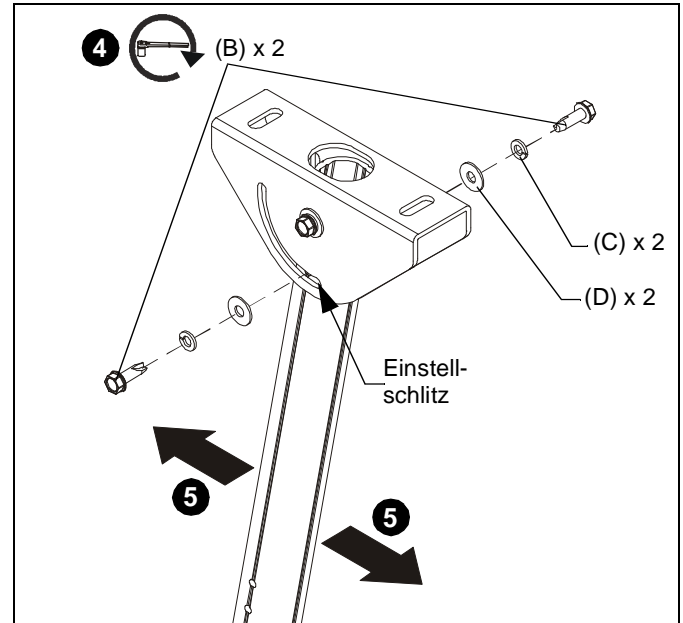

Abb. 4
4. Fahren Sie mit der Befestigung der Ausziehsäule am CPA395 fort, indem Sie zwei selbstschneidende 5/16-18 x 1"-Sechskantschrauben (B) mit zwei 5/16"-Federscheiben (C) und zwei 5/16"-Unterlegscheiben (D) durch die Einstellschlitz im CPA395 locker in die jeweils dritten Löcher der Ausziehsäule schrauben. (Siehe Abb. 4)
5. Bringen Sie die Ausziehsäule in den gewünschten Winkel. (Siehe Abb. 4)